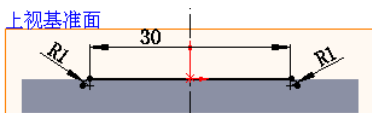

图 15.3.18 草图 1
(3) 定义拉伸深度属性。
① 定义深度方向。采用系统默认的深度方向。
② 定义深度类型和深度值。在“凸台一拉伸”对话框 **方向 1** 区域的下拉列表中选择 **给定深度** 选项，在 **D1** 中输入深度值 5.0。
(4) 单击 **✓** 按钮，完成凸台一拉伸 1 的创建。
Step3. 创建图 15.3.18 所示的草图 1。
(1) 选择下拉菜单 **插入(I)** → **草图绘制** 命令。
(2) 定义草图基准面。选取上视基准面作为草图基准面。
(3) 绘制草图。在草图环境中绘制图 15.3.18 所示的草图 1。
(4) 选择下拉菜单 **插入(I)** → **退出草图** 命令，退出草图设计环境。